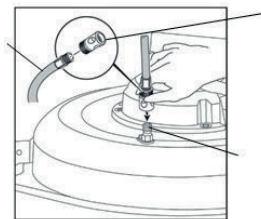

FIG.22
B 2. CONECTE EL ENCHUFE RÁPIDO (A) A LA MANGUERA DE JARDÍN (B) Y, A CONTINUACIÓN, CONÉCTELA AL ORIFICIO DE LAVADO (C) DE LA PLATAFORMA DEL CORTACÉSPED. (FIG. 22)